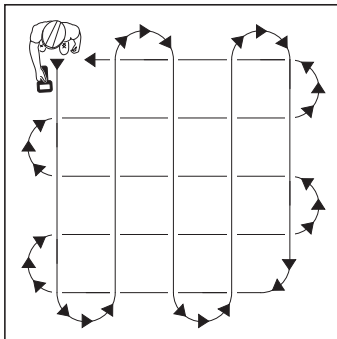

Fig. 26: Esquema de movimento na localização passiva
4. Mova-se no local de aplicação de acordo com o esquema indicado na fig. 26.